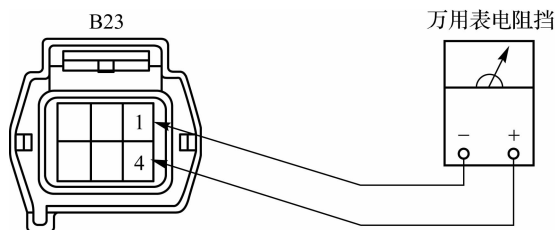

图 2-73 驱动电机温控开关的检查
(1) 在已经拔下的电机侧温度传感器 B23 黑色插头(公)的 1 脚与 4 脚连接万用表电阻挡的两个表笔，如图 2-73 所示。